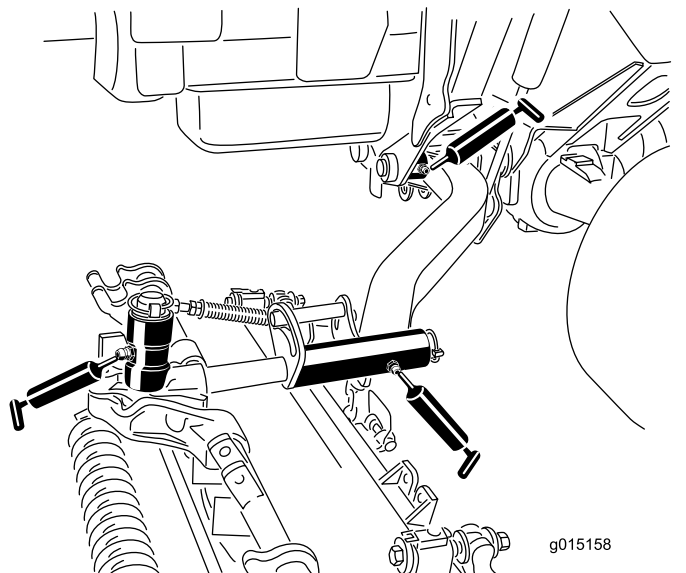

Figura 45
- Boccole girevoli (1 per piatto di taglio) del braccio di sollevamento (Figura 45).
- Telaio portante dell'apparato di taglio (2 per apparato) (Figura 45)
- Perno del braccio dell'apparato di taglio (1 per apparato) (Figura 45)